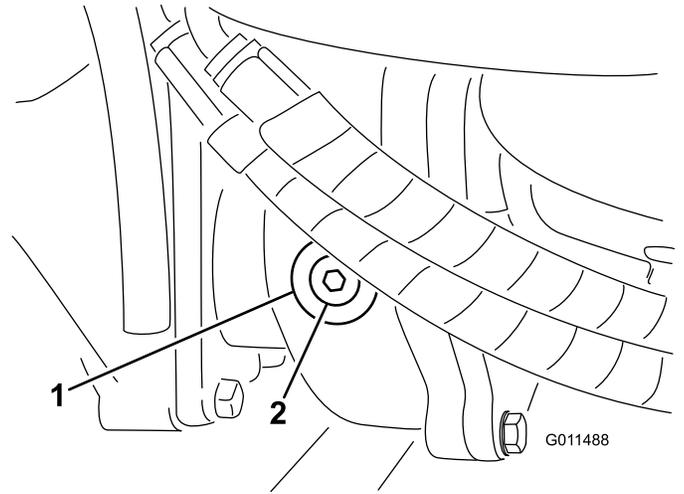

Figure 67
2. Enlevez le bouchon de contrôle/remplissage du côté gauche du boîtier d'engrenages et vérifiez que le lubrifiant atteint la base de l'orifice (Figure 67).